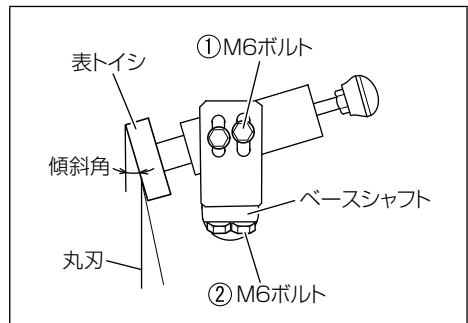

図 36
- (1) 表トイシ、裏トイシは各々側面の① M6 ボルト (図 36) をゆるめると単独で高さと傾斜角を変えることができます。